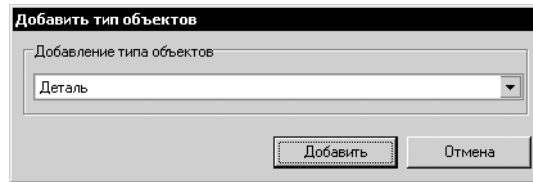

Рис. 23.28. Добавление типа объектов
2. В открывшемся окне **Добавить тип объектов** (рис. 23.28) из раскрывающегося списка выберите объект, который требуется добавить.